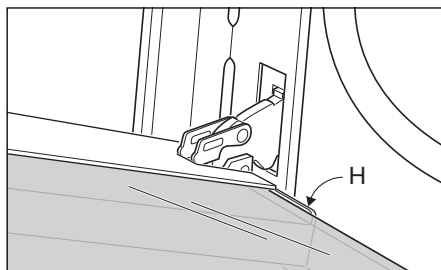

Fig. 47c
- Insérez la vitre dans les rails de guidage gauche, « E », et droit, « F », et faites-la glisser en douceur jusqu'aux butées « H » (Fig. 47c).